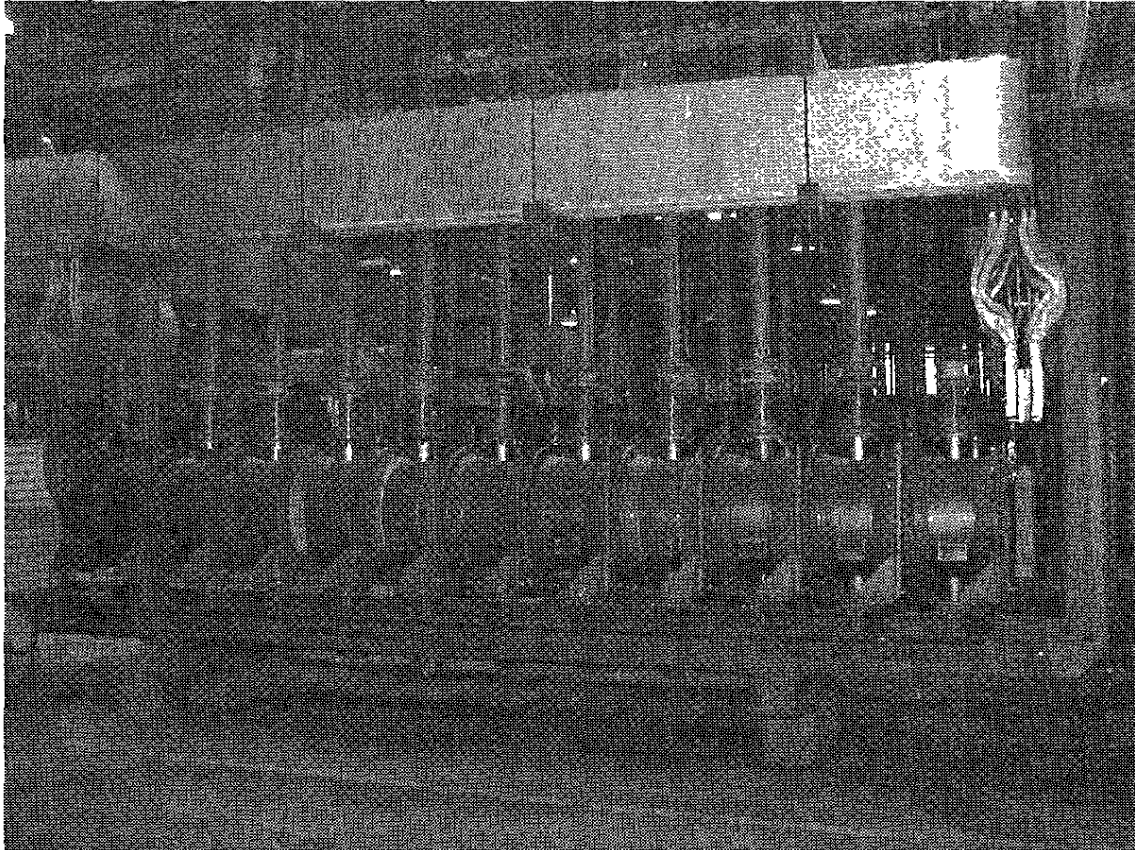

Figure 10 : Cellules électrochimiques reliées en série
- 4) Finalement, un très grand nombre de cellules électrochimiques toutes raccordées en série. La figure 10, ci-bas illustre des cellules relativement petites (environ 60